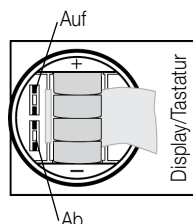

Bild 1
2. Gerät wie im Bild 1 beschrieben ausrichten.
5. Sollwert der Kalibrierlösung temperaturrichtig mit den im Bild 1 dargestellten Tasten "Auf"/"Ab" einstellen.